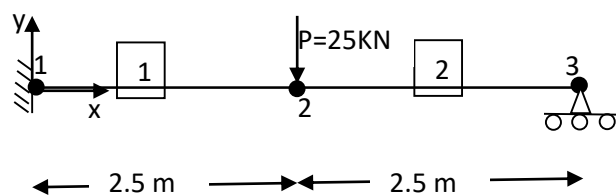

Figure 02 : Poutre encastree à une extrémité et simplement appuyée à l'autre extrémité et chargée en son milieu par une force $P = 25 \text{ kN}$
Soit la poutre horizontale encastree à une extrémité et simplement appuyée à l'autre extrémité. Cette poutre est de longueur $l = 5 \text{ m}$. Une force ponctuelle verticale dirigée vers le bas $P = 25 \text{ kN}$ est appliquée en son milieu (figure 02). Le module d'élasticité longitudinale $E = 210000 \text{ MPa}$ et le moment d'inertie des sections transversales autour de l'axe de flexion z/z a pour valeur $I_z = 8356 \text{ cm}^4$.
- 1- En divisant (ou bien en maillant) la poutre en deux éléments (01) et (02) adjacents et de longueurs égales à (2.5 m), écrire les matrices de rigidités élémentaires de chaque élément en respectant la numérotation des nœuds portée sur la figure 02. (02 points)